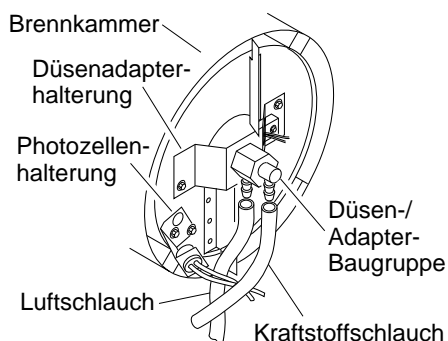
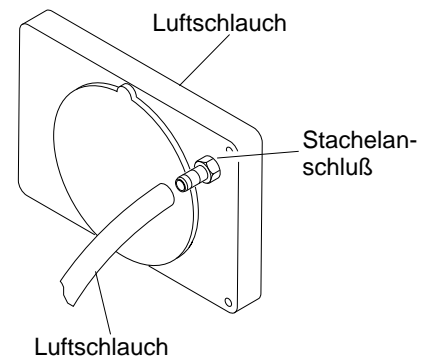

Abbildung 17 - Austauschen der Kraftstoff- und Luftleitungen (nur Modelle B35CEH und B70CEH)
Abbildung 22 - Luftschauch an Stachelanschluß
14. Die Photozelle in der Photozellenhalterung montieren. Die Kabel wie in Abb. 17, 18 oder 19 auf Seite 12 dargestellt verlegen.
3. Den Kraftstoff- und Luftschauch von der Düsenbaugruppe entfernen (siehe Abb. 17, 18 oder 19).
4. Die Kraftstoff- und Luftschläuche auf Risse und/oder Löcher überprüfen. Wenn der Kraftstoffschlauch beschädigt ist, muß dieser vom Düsenadapter (siehe Abb. 17, 18 oder 19) und Kraftstofffilter (siehe Seite 9) abgetrennt werden. Wenn der Luftschauch beschädigt ist, muß dieser vom Düsenadapter (siehe Abb. 17, 18 oder 19) und Stachelanschluß am Pumpendeckel (siehe Abb. 22) abgetrennt werden.
5. Einen neuen Luft- und/oder Kraftstoffschlauch montieren. Ein Ende des Luftschauchs am Stachelanschluß des Pumpendeckels (siehe Abb. 22), das andere Ende am Düsenadapter befestigen (siehe Abb. 17, 18 oder 19). Ein Ende des Kraftstoffschlauchs am Kraftstofffilter (siehe Seite 9) und das andere Ende am Düsenadapter (siehe Abb. 17, 18 oder 19) montieren.
Bei den Heizgerätmodellen B35CEH und B70CEH müssen die Luft- und Kraftstoffschläuche wie in Abb. 17 dargestellt verlegt werden.